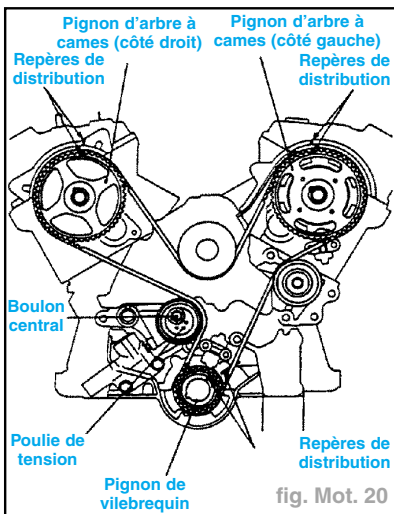

fig. Mot. 20
- Dépose de la courroie de distribution (fig. Mot. 20) :